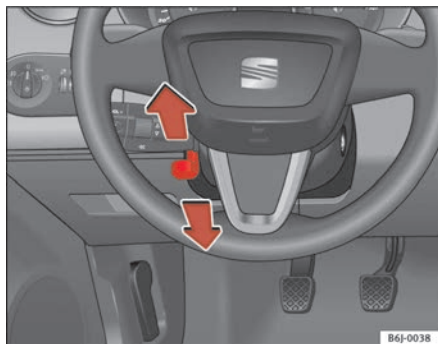

Fig. 91 Ajuste de altura del volante
- Tire hacia abajo de la palanca ⇒ fig. 91 situada debajo de la columna de dirección ⇒ ⚠.
- Ajuste el volante hasta alcanzar la posición deseada ⇒ fig. 91.
- Ajuste el asiento del conductor o el volante de modo que quede una distancia mínima de 25 cm entre el volante y el tórax ⇒ fig. 91. ¡Si no respeta la distancia mínima, el airbag no le protegerá adecuadamente y corre peligro de muerte!